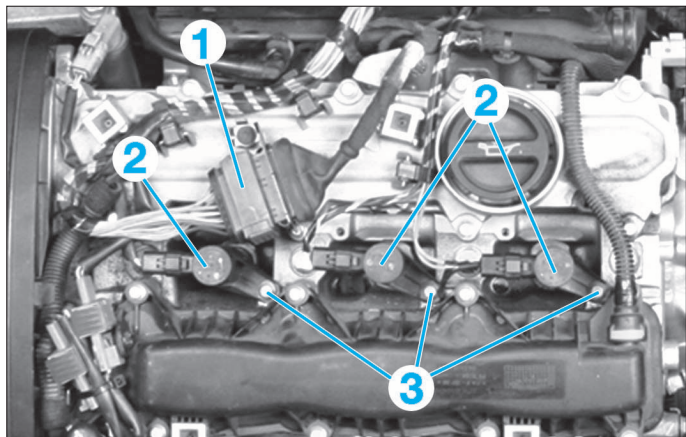

FIG. 61
- le connecteur du faisceau moteur (1) (Fig.61).
- le(s) connecteur(s) (2) de bobine d'allumage.
- la(es) vis (3) de fixation des bobines.